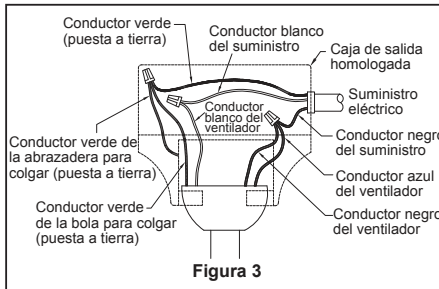

Figura 3
Uso del soporte (Figura 3)
3. Retire el clip de horquilla y pasador de horquilla de la parte inferior de la bola para colgar. Retener el pasador y clip para la reinstalación en el paso 5. (Figura 3)
1. Fije bien la abrazadera para colgar a la caja de salida (no se incluye) con los tornillos y las arandelas provistas con la caja de salida. (Figura 3)
2. Una vez realizadas las conexiones, gire los conductores hacia arriba y, con cuidado, colóquelos dentro de la caja de salida; con los conductores blancos y verdes hacia un lado y los conductores negros hacia el otro. (Figura 3)
3. Extraiga uno de los tres tornillos en la ensamble de pantallas de luz. Guarde el tornillo para más tarde y afloje levemente los dos tornillos restantes. (Figura 3)
3. Verifique el funcionamiento del ventilador jalando suavemente de la cadena del tirador del ventilador. (Figura 3)